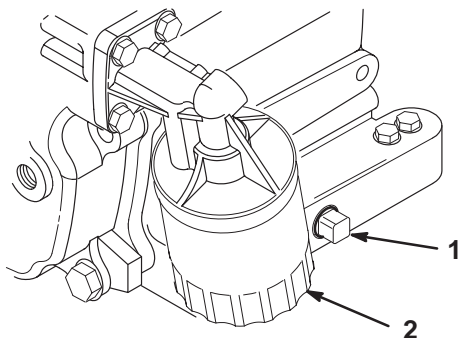

Figure 20
5. Enlevez le bouchon de vidange (Fig. 20) et laissez s'écouler l'huile dans un bac de vidange. Quand toute l'huile s'est écoulée, remplacez le bouchon de vidange.
2. Déposez le filtre à huile existant (Fig. 20). Appliquez une fine couche d'huile sur le joint du filtre de rechange.